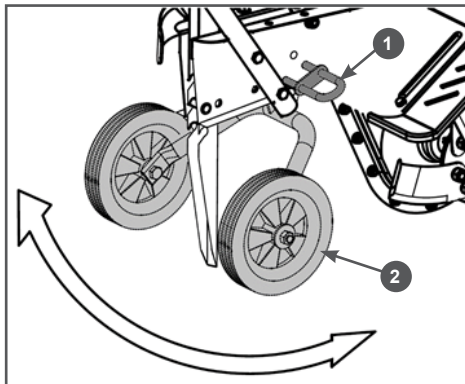

Рис. 17 Подъём транспортировочных колёс
2. С усилием потяните за стопор 1 вилки колес и вытяните его из рамы мотокультиватора. Поднимите транспортировочные колеса 2 в максимально верхнее положение, после чего отпустите стопор 1, колеса должны остаться в поднятом положении (Рис. 17). При необходимости, пошатывайте колёса вверх-вниз для того, чтобы стержень стопора вошел в отверстие в вилке колёс.